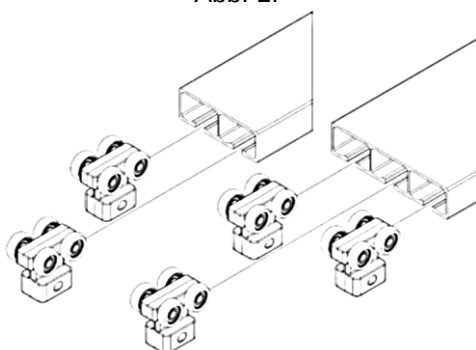

Abb. 2
2. Setzen Sie die Schlitten so in die obere Führung ein, dass die Montageöffnungen nicht verdeckt werden (je 2 Schlitten/Rahmen). Setzen Sie die Schlitten in die ausgewählten Führungsleisten (die je nach Führungsmodell 2 oder 3 Laufrillen haben). Sichern Sie sie vorübergehend gegen Verschieben, bis die Führung angeschraubt ist (Abb. 2).